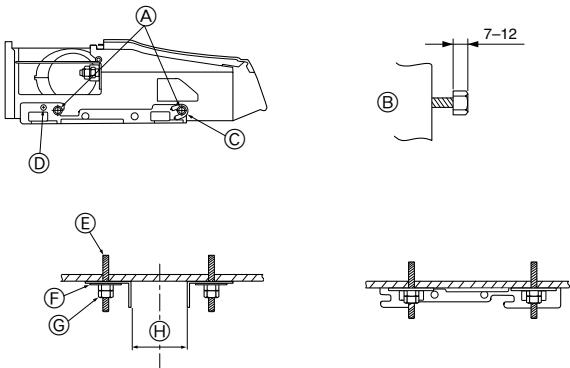

Fig. 3-7
2) De ophangbeugel eerst aan het plafond monteren (Fig. 3-7)